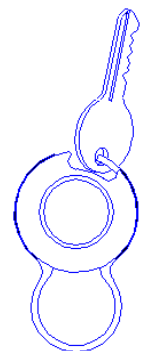

Fig. 2
2. Insérer la clé dans la bague (Fig. 2)
2. Insert your key in the ring (Fig. 2)
2. Inserire la chiave nell'anello (Fig. 2)